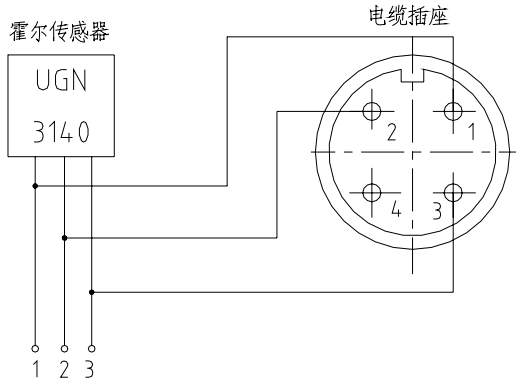

图 5-3 传感器与控制仪连接线路图
(11) 压力损失与液体流量的平方成正比，液体粘度增加，压力损失也增大。
(12) LC-×E 型传感器用于医药工业、食品工业等有保洁、卫生要求的场合时，请先用洗洁精，再用清水冲洗干净。
(13) 传感器与流量控制仪按图 5-3 所示接线。